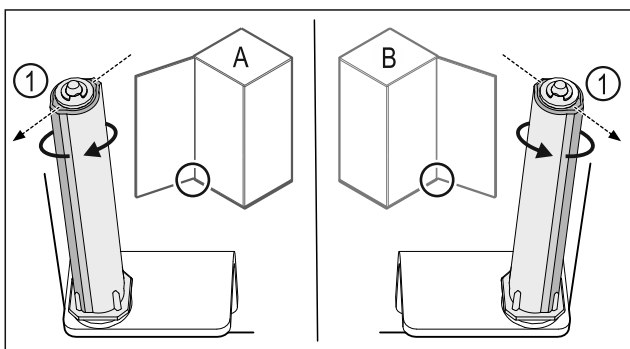

Fig. 29 Hapja majtas (A) / Hapja djathtas (B)
- Rrotulloni sistemin e mbylljes kundër rezistencës, derisa shufra e sistemit të mbylljes Fig. 29 (1) të jetë drejtuar nga jashtë.